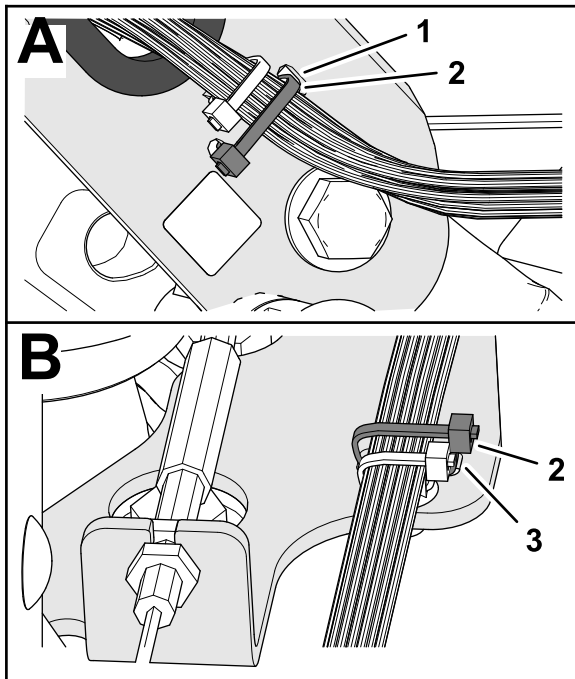

图 11
6. 用扎带穿过手把槽的狭槽将机器线束固定至手把槽图 11。